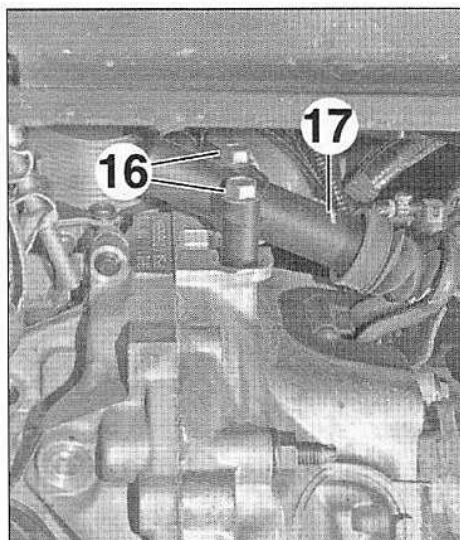

FIG.139
- Déposer les vis (16) et écarter le récepteur d'embrayage (17) (Fig.139).